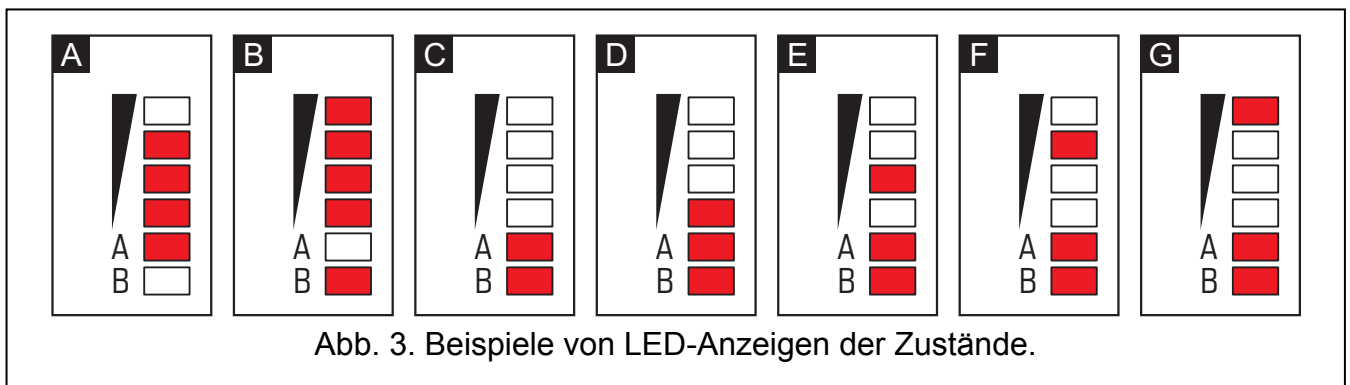

Abb. 3. Beispiele von LED-Anzeigen der Zustände.
- 2 - **LEDs** zur Zustandsanzeige des Transmitters. LED A blinkt bei GPRS-Verbindung. LED B blinkt beim Senden einer SMS-Nachricht oder Anruf des Transmitters (CLIP-Testübertragung). Die anderen leuchtenden LEDs informieren über Signalstärke beim Empfang über das GSM-Telefon. Gleichzeitig signalisieren die blinkenden LEDs A und B das Einloggen zum GSM-Netz. Ist das Einloggen zum GSM-Netz fehlgeschlagen, dann signalisiert das Blinken der anderen LEDs aufgetretene Störungen (siehe: Abb. 3).
Erläuterung zur Abbildung 3:
Zusätzliche Informationen über Störungen werden mit den LEDs auf der Elektronikplatine angezeigt (siehe: Abb. 3).
**Achtung:** Ist der PIN-Code der SIM-Karte mit dem im Transmitter einprogrammierten Code nicht gleich, dann wird es mit den LEDs auf der Elektronikplatine angezeigt (siehe: Abb. 3 Beispiel F). Die nächste Eingabe des PIN-Codes ist erst nach 30 Sek. möglich. Nach drei Eingaben eines falschen PIN-Codes wird die SIM-Karte gesperrt. Um den PUK-Code einzugeben und die SIM-Karte zu entsperren, entfernen Sie die Karte aus dem Modul und setzen Sie sie in das Handy ein.